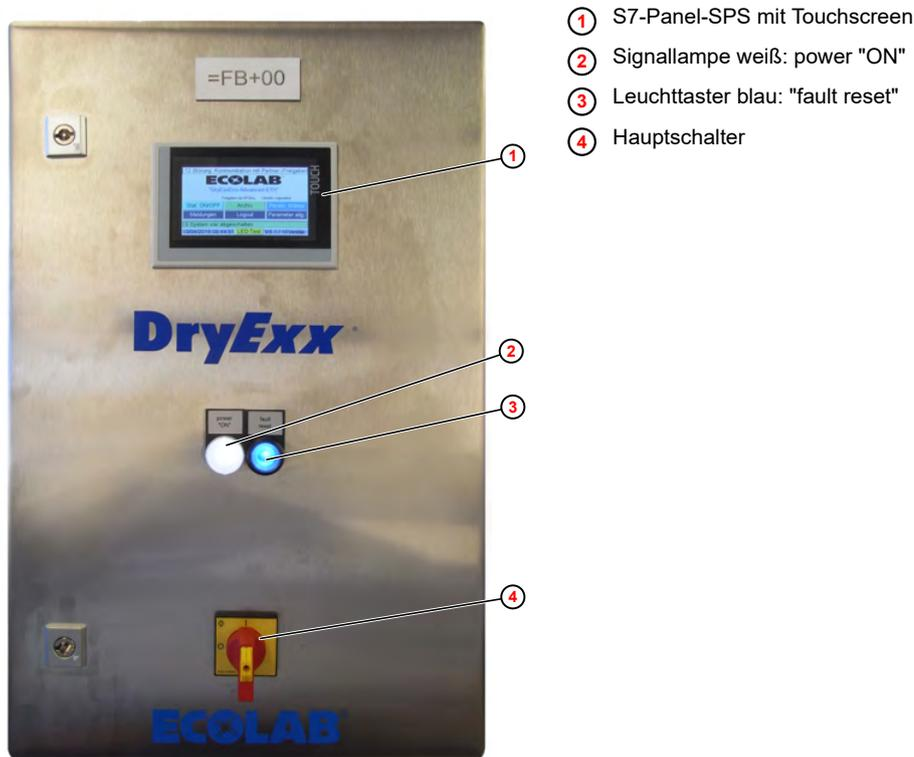

Abb. 11: DryExxEco® Advanced-ETH - Bedienelemente
1.  Am Steuerschrank Hauptschalter ( Abb. 11 , ④ ) ausschalten.
2.  Am Steuerschrank Hauptschalter ( Abb. 11 , ④ ) einschalten.
- ⇒ Die Signallampe ② leuchtet.
- ⇒ Nach erfolgreichem Systemstart erscheint der „Hauptbildschirm“ im Display ① des Steuerschranks.
3.  Fehlermeldung auf dem Display der Steuerung durch Drücken des Leuchttasters ② quittieren.